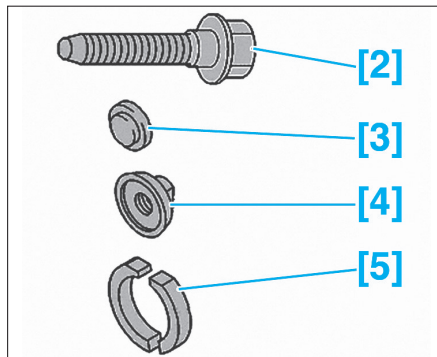

FIG. 29
- [2] à [5]. Ensemble d'extraction (Fig.29).